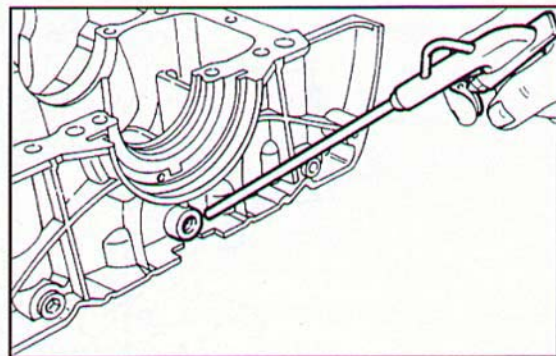

Fig. 98 ▲
- pulire con astina a punta elicoidale le condutture olio, quindi soffiare con aria compressa (**Fig. 98**);
- clean the oil ducts with the rod with helix tip, then blow some compressed air through (**Fig. 98**);